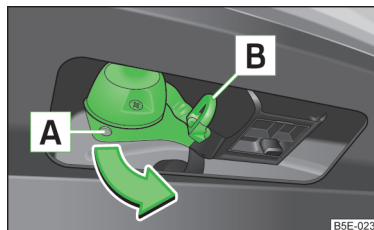

Fig. 161
- Saisissez la prise 13 broches au niveau de **A** et sortez-la dans le sens de la flèche » fig. 161.
- Accrochez le câble de ridelle d'attelage de la remorque à l'œillet de sécurité **B** » fig. 161.
➤ Saisissez la prise 13 broches au niveau de **A** et rentrez-la dans le sens inverse de la flèche » fig. 161.